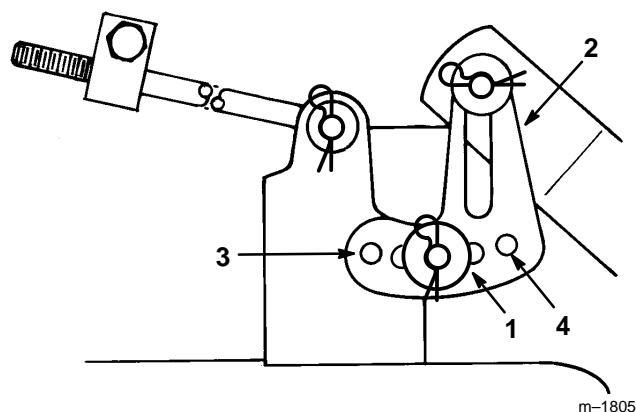

Abbildung 47
5. Haarnadelsplint und Unterlegscheibe vom Ausgleichsbügel entfernen (Abb. 47). Zum Ausgleich der Schnittmesser den Ausgleichsbügel in einem anderen Loch anbringen und Unterlegscheibe und Haarnadelsplint wieder anbringen. (Abb. 47). Durch ein vorderes Loch wird die Schnittmesserhöhe gesenkt und durch ein hinteres Loch angehoben. Diesen Vorgang an der anderen Seite wiederholen.